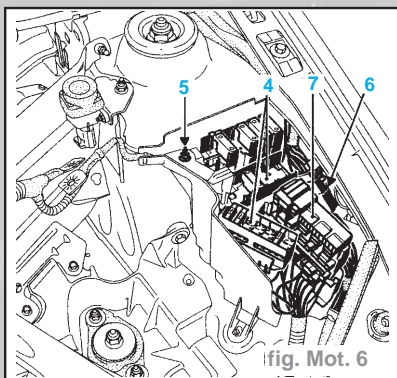

fig. Mot. 6
- la platine à relais (6), le connecteur (7) ainsi que le support fusibles (4) en déposant l'écrou (5) (fig. Mot. 6),